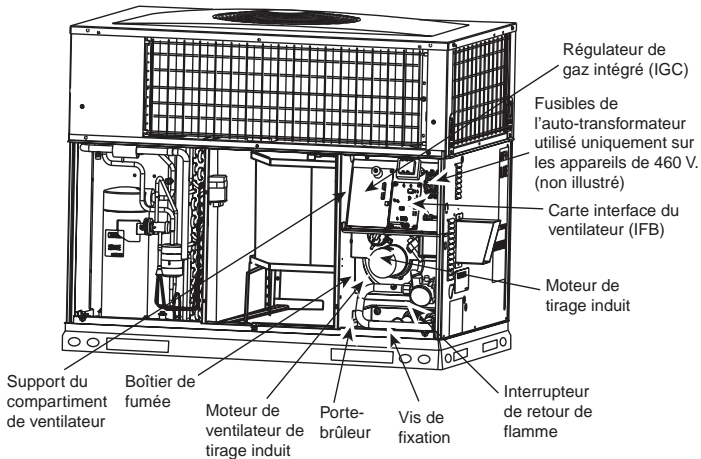
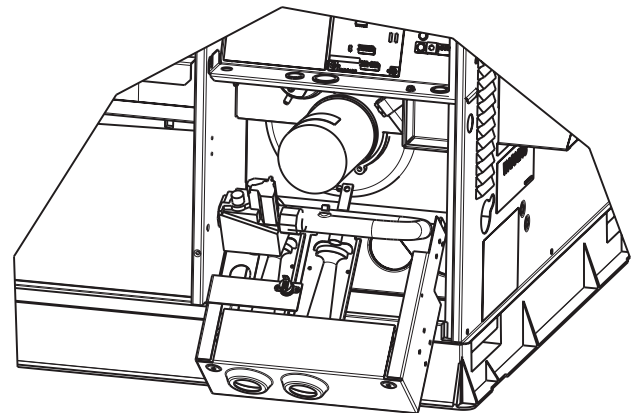

Figure 24 – Compartiment de ventilateur et boîtier de fumée
Figure 27 – Porte-brûleur déposé
3. Faites glisser l'ensemble hors de l'appareil. (Consultez la fig. 27.) Nettoyez la roue de ventilateur. Si un nettoyage plus poussé est requis, observez les étapes 4 et 5.
2. Retirez les 11 vis fixant le couvercle du boîtier de fumée (consultez la fig. 24) à l'échangeur thermique. Inspectez les échangeurs thermiques.
5. Enlevez le support du compartiment de ventilateur en retirant les 2 vis sur le côté gauche du compartiment de commande sur le panneau du compartiment de ventilateur. Faites glisser la partie inférieure du support vers l'avant pour le retirer. (Consultez la fig. 24.)
7. Retirez la vis fixant le porte-brûleur à la base de l'appareil (consultez la fig. 24).
8. Sortez partiellement le porte-brûleur de l'appareil (consultez la fig. 24 et la fig. 27). Retirez l'allumeur et débranchez les fils du détecteur du brûleur. Débranchez les fils de l'interrupteur du retour de flamme.
9. Sortez le porte-brûleur de l'appareil (consultez la fig. 24 et la fig. 27).